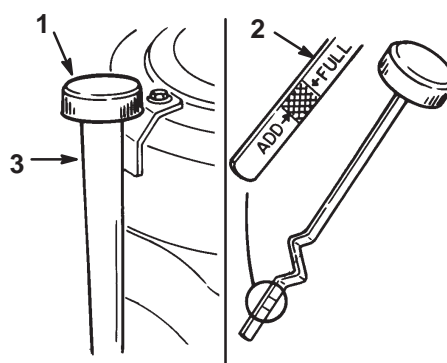

Figure 25
3. Nettoyez la surface autour de la jauge d'huile (Fig. 25) pour éviter que des impuretés ne s'introduisent dans le goulot de remplissage, ce qui risquerait d'endommager le moteur.
4. Dévissez la jauge d'huile et essuyez soigneusement l'extrémité métallique (Fig. 25).
5. Remettez la jauge complètement dans le tube de remplissage sans la visser (Fig. 25). Sortez de nouveau la jauge et examinez l'extrémité métallique. Si le niveau est bas, versez lentement une quantité suffisante d'huile dans le goulot de remplissage pour amener le niveau au repère du plein (**full**).
9. Versez lentement environ 80% de la quantité d'huile spécifiée à la page 28 dans le goulot de remplissage (Fig. 25).